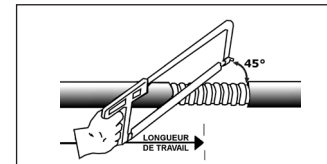

Figure 1
- Déterminer la longueur de travail, enlever une partie de la gaine extérieure pour exposer le blindage, couper l'armure à l'aide d'une scie à métaux et couper la gaine extérieure pour ajuster la longueur d'armure exposée comme indiqué dans le tableau (Figures 1 et 2).